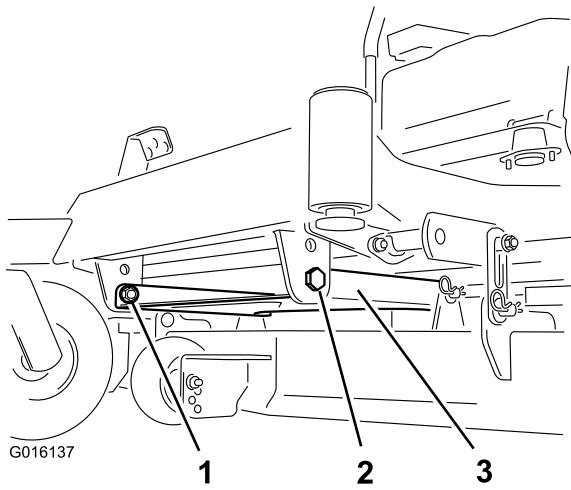

Figure 1
2. Pour toutes les MX Titan et toutes les tondeuses équipées d'un plateau de coupe de 60 pouces, retirez les 2 écrous et boulons qui fixent l'avant du logement du carter du plateau de coupe (Figure 1).
6. Pour toutes les MX Titan et toutes les tondeuses équipées d'un plateau de coupe de 60 pouces, montez l'avant du logement du carter du plateau de coupe avec les écrous et boulons retirés précédemment (Figure 1).